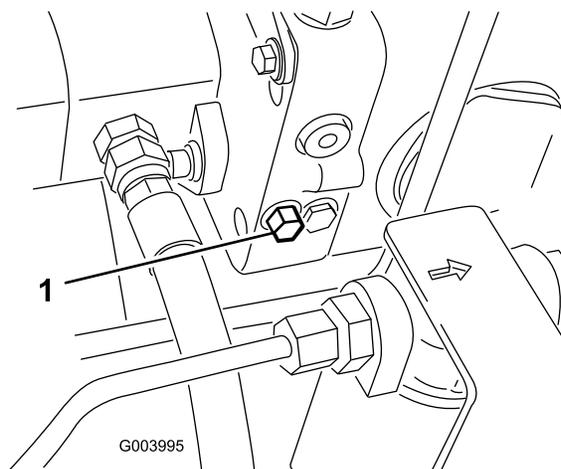

Рисунок 37
1. Перепускной клапан расположен с левой стороны гидростата (Рисунок 37). Чтобы открыть клапан и обеспечить внутренний перепуск жидкости, поверните болт на 1,5 оборота.